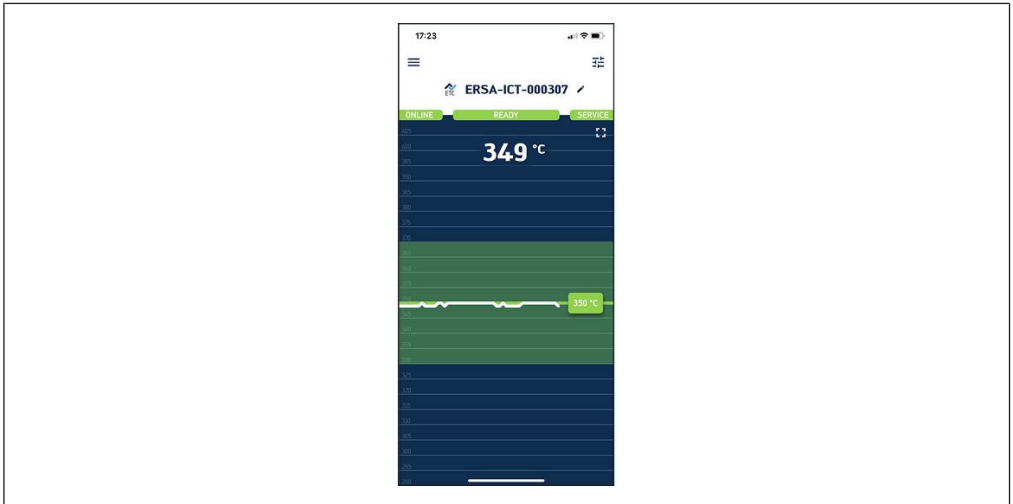

Abb. 14: Priorisierungsanzeige "ETC" für die Web-App „Ersa TRACE Cockpit“ in der App "Ersa TRACE"
- a) Den LötKolben zweimal antippen, um den Heizkörper abzuschalten. Während des Antippens den LötKolben leicht nach oben neigen (siehe Abb. 14).